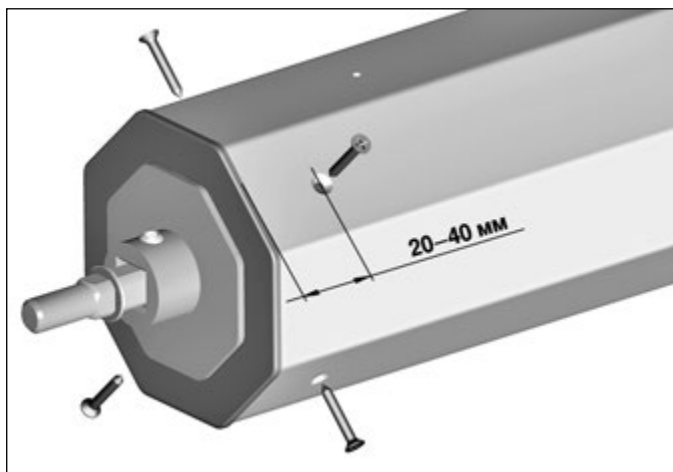

Рис.4.1 Фиксация капсулы регулируемой АРВ102 с валом RT102x2,5.
- 1) После установки капсулы АРВ102 оголовком в октогональный вал RT102x2,5 необходимо зафиксировать капсулу 4-мя самонарезающими винтами 4,2x25 мм (рис.4.1).